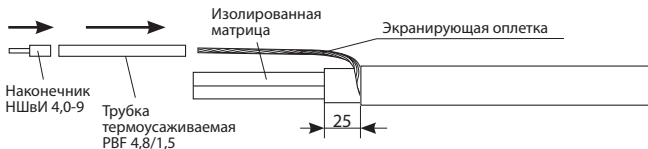

Рис. 3
5.1.3. Расплести экранирующую оплетку и скрутить ее в жгут. На экранирующую оплётку надеть термоусаживаемую трубку PBF 4,8/1,5 желто-зеленого цвета и термоусадить ее при 300 °С в течение 30–40 сек., затем надеть и обжать ручным кремпером наконечник штыревой. Разрезать и снять изоляцию с матрицы, оставив 25 мм (см. рис. 3).